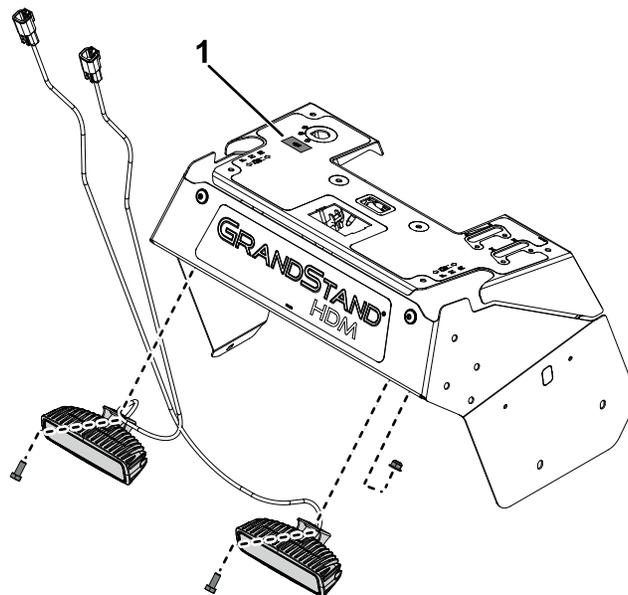

Figura 1
2. Recorte cuidadosamente la calcomanía del panel de control donde se muestra el símbolo de las luces (Figura 1). Retire la sección troquelada del panel de control.